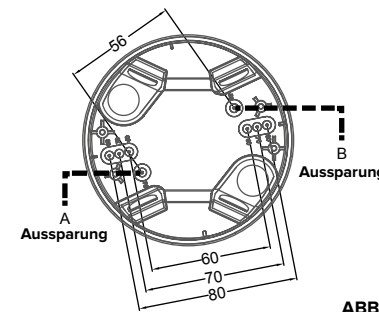

ABB. 11
1. Ermitteln Sie den richtigen Abstand der Befestigungsschrauben im Aufputzgehäuse für die Montage auf einem Lampenanschluss. Zu diesem Zweck sind 2x4 Aussparungen im Gehäuse vorgesehen, die in einem Abstand von 56 bis 80 mm variieren, damit das Gehäuse immer korrekt auf verschiedenen Aufputzdosen montiert werden kann. Wählen Sie dazu ein Loch mit dem gleichen Abstand auf beiden Seiten (siehe auch ABB. 11).